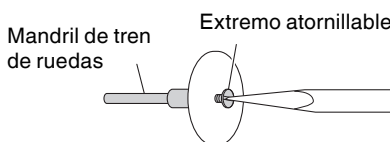

Fig. 7 (b)
3. Cómo utilizar el mandril de tambor (Fig. 7 (c))